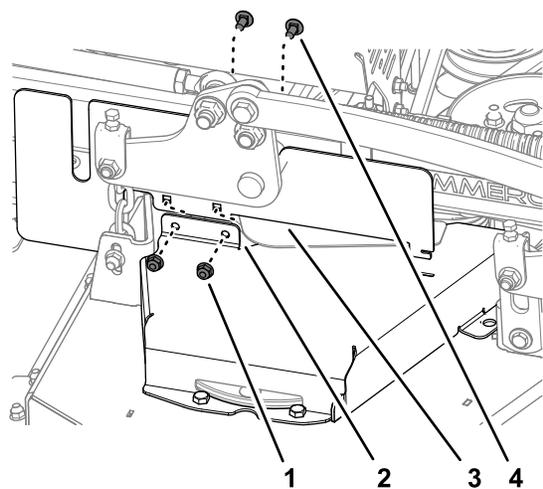

図 38
1. 右側 CE カバーを右側ベルトカバーに固定しているキャリッジボルト2本とロックナット2個を外す 図 38。